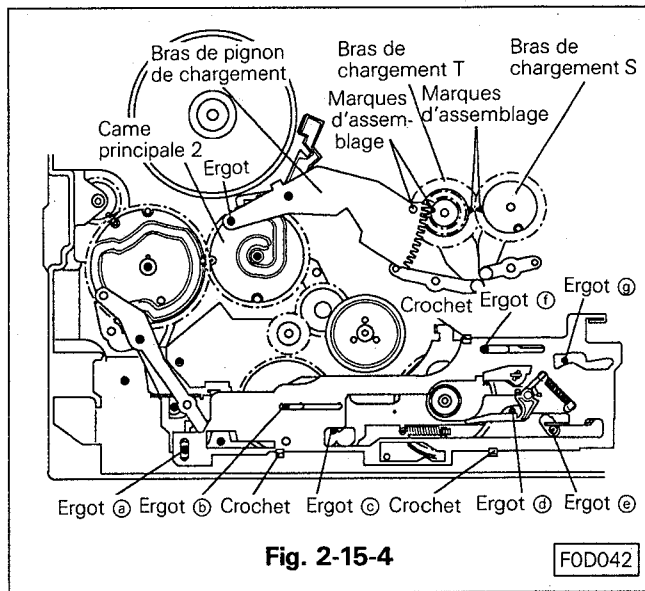
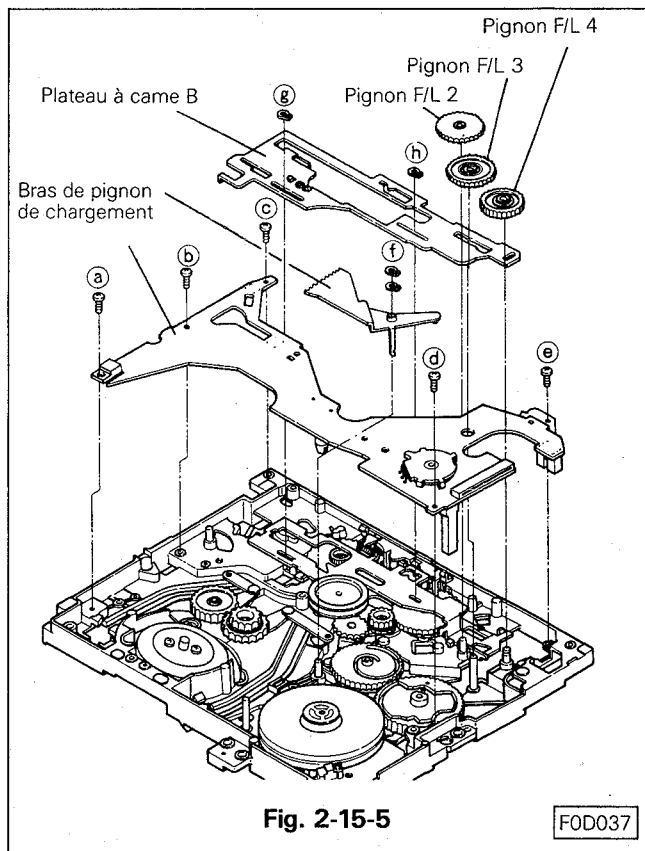

Fig. 2-15-4
Fig. 2-15-5
- J. Installer la came B en la positionnant par rapport aux ergots ③ à ⑥ comme le montre la Fig. -2-15-4 et faire particulièrement attention à l'ergot ⑤. Fixer la came à l'aide des trois crochets, de la rondelle (ergot ⑥) et du circlips (ergot ⑦).
- K. Aligner les repères du bras de chargement T et du bras du pignon de chargement comme le montre la Fig. 2-15-4. Assembler le bras du pignon de chargement pour que son ergot puisse entrer dans la gorge de la came principale 2. Fixer le bras du pignon de chargement à l'aide des deux circlips ①. (Voir Fig. 2-15-5)
- L. Monter les engrenages F/L 2, 3 et 4 sur leur axe suivant la Fig. 2-15-5.